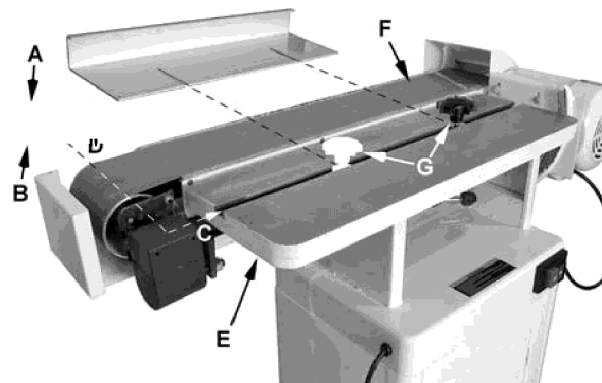
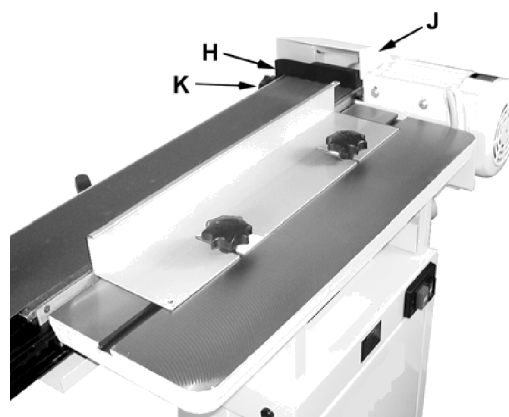
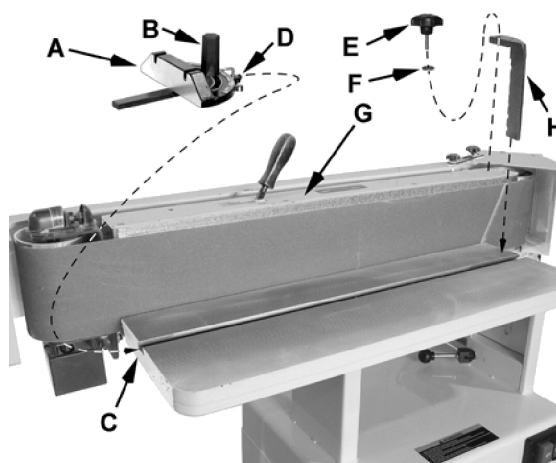

Abbildung 16
Abbildung 17
Abbildung 18
Zur Abbildung 16:
1. Legen Sie 5/16 flache Unterlegscheiben (nicht abgebildet) und Führungsblöcke (B) auf zwei 12mm Rastknöpfe (A) - Hinweis: 12mm bezieht sich auf die Länge der Gewindeschaf.
2. Führungsblöcke (B) in den Gehrungsschlitz einsetzen (C) und positionieren Sie die Verriegelungsknöpfe (G) auf dem Tabelle (E) wie gezeigt.
3. Legen Sie den abnehmbaren Zaun (D) auf den Tisch und sichern Sie ihn durch Anziehen der Verriegelungsknöpfe (G, Abb. 16 und Abbildung 17).
Der Backstop (H, Abb. 17) kann auch verwendet werden, indem der Trommelschutz- und Staubanschluss (J, Abb. 17) aus dem Weg geschwenkt wird und der Backstop-Stift in das Positionierloch gelegt und mit dem Schlossknopf (K, Abb. 17) und der 5/16" Flachscheibe befestigt wird. **Hinweis:** Dies wird besser in Abbildung 18 dargestellt. Der Trommelschutz- & Staubanschluss (J, Abb. 17) kann dann an die gezeigte Position zurückgegeben werden.
Bezugnehmend auf Abbildung 18: